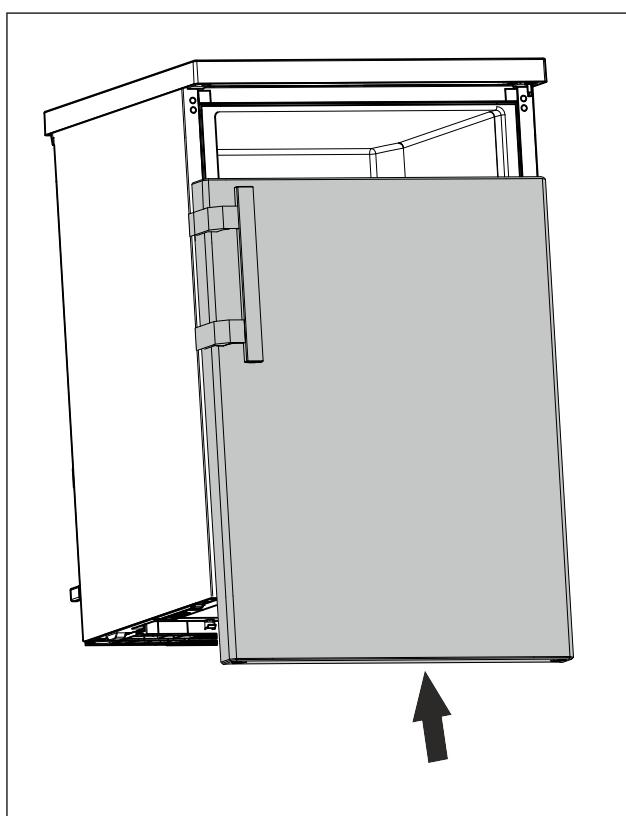

Fig. 19
- У закритому стані насуньте дверцята на верхній болт. (див. Fig. 19)